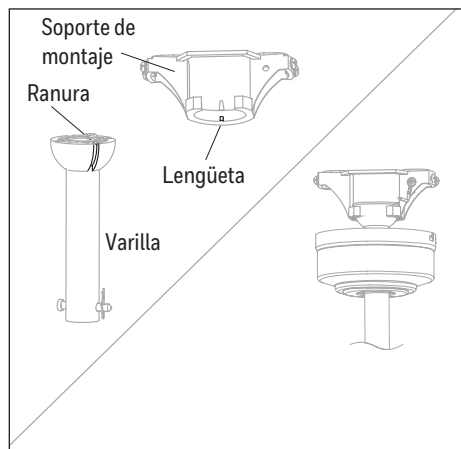

Figura 3.5
5. Instale el extremo de la bola de la varilla en la abertura del soporte de montaje (Figura 3.5). **ADVERTENCIA:** no alinear la ranura de la varilla con la lengüeta del soporte de montaje podría causar que el ventilador tambalee o se caiga y provocar lesiones graves o la muerte. Inserte el receptor del paquete remoto en el soporte de montaje con el lado plano orientado hacia el techo.